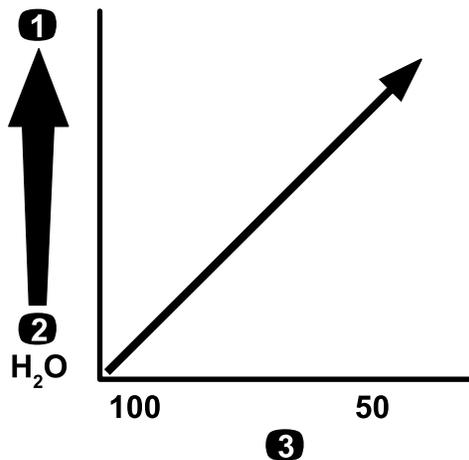

图 16
**重要事项** 当使用更高粘度更稠的化学品或含可湿性粉剂的溶液喷洒时可能需要使用适用于可选喷嘴尖过滤器的更粗网孔请参阅图 16。